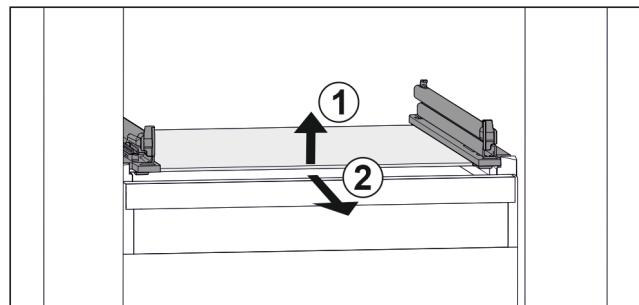

Fig. 153 Примерное отображение стеклянной пластины
- Приподнимите стеклянную пластину спереди. Fig. 153 (1)
- Извлеките стеклянную пластину движением вперед. Fig. 153 (2)